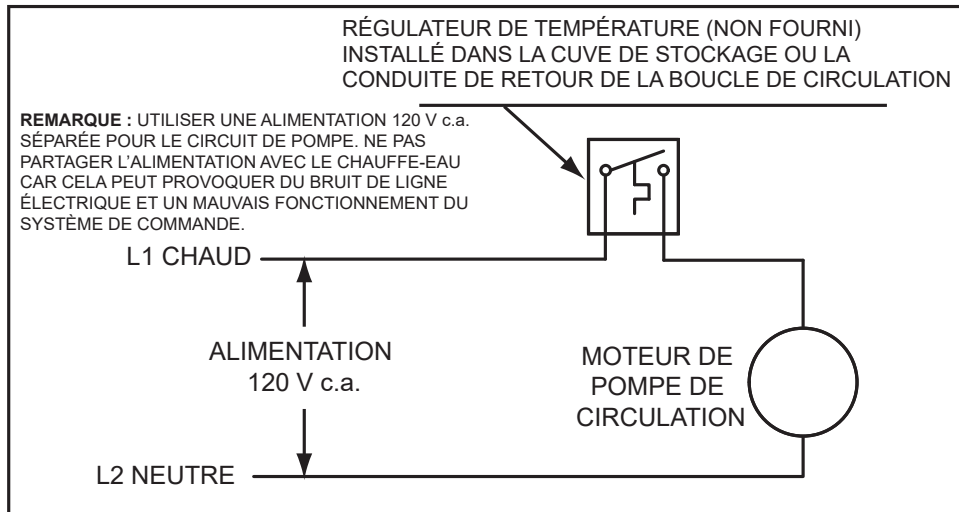

Figure 65. Boucle de recirculation avec cuve de stockage ou recirculation du bâtiment
6. Si une pompe est installée entre un chauffe-eau et une cuve de stockage ou sur un circuit de recirculation du bâtiment comme à la *Figure 65* (page 72).